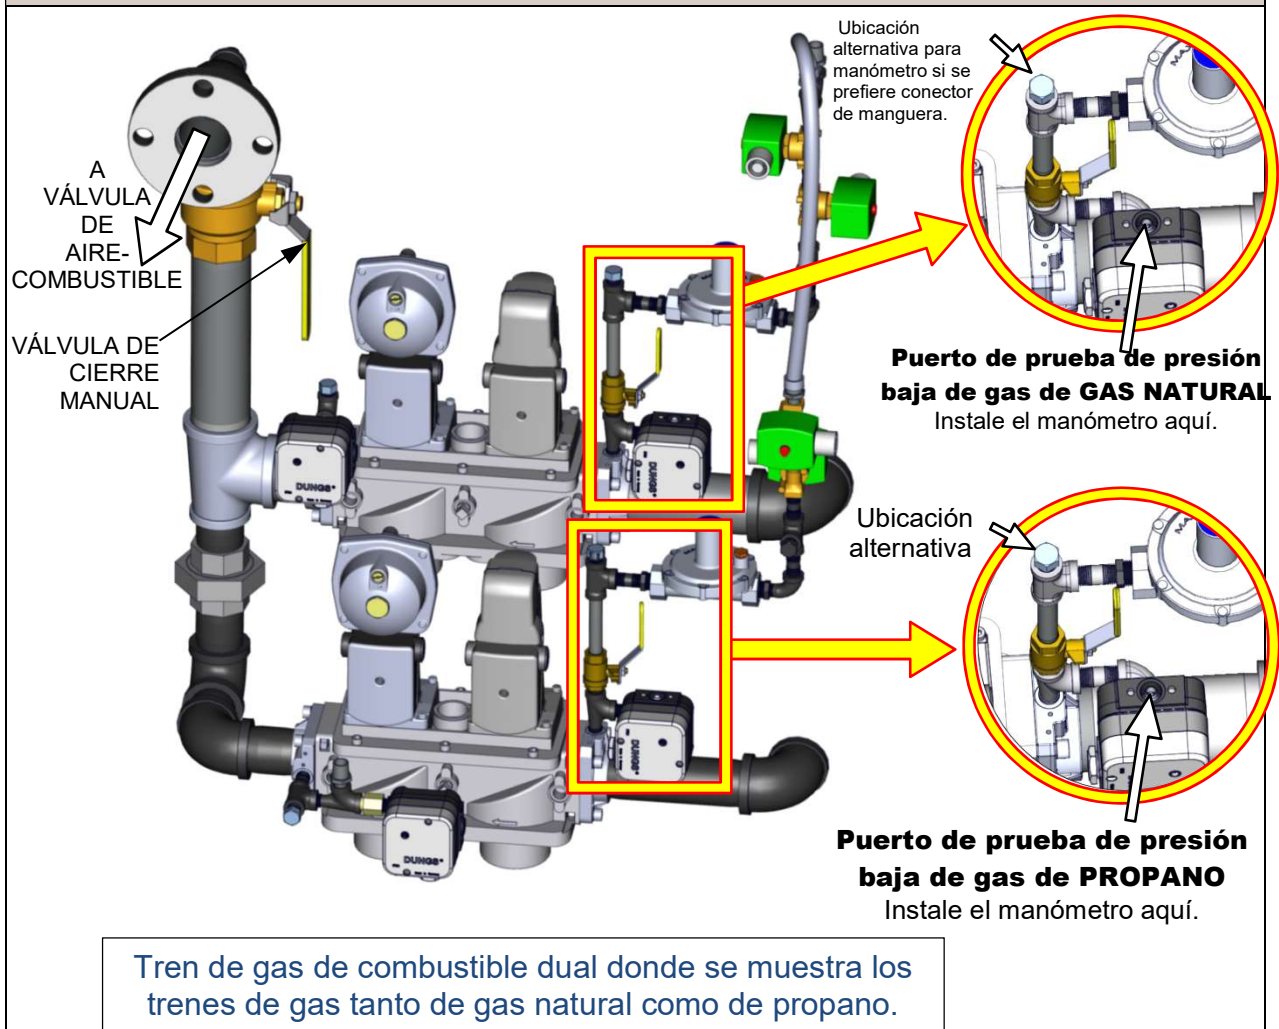

Figura 5-1: Ubicación de interruptor de presión baja de gas y puertos de prueba
Los pasos y la configuración de presión que se requieren para revisar el interruptor de presión baja de gas se describen a continuación. Este interruptor está en la posición normalmente abierto (NA). La ubicación de este interruptor, así como el sitio para conectar el manómetro/calibrador de columna de agua en donde se realiza la prueba se muestran en la figura 5-1.
3. Localice el puerto en la parte superior del **interruptor de presión baja de gas** (ver la Figura 5-1) y afloje un poco el tornillo interior para abrirlo. No retire completamente el tornillo. Como alternativa, puede retirar el tapón de 1/4 pulgadas que se muestra en la Figura 5-1 que aparece antes, e instalar un conector de manguera en su lugar.
15. En el caso de las unidades con combustible dual, repita el procedimiento anterior en el tren de gas de PROPANO, comenzando con el interruptor de presión baja de gas para PROPANO, que se muestra a la mitad de la parte inferior de la Figura 5-1.